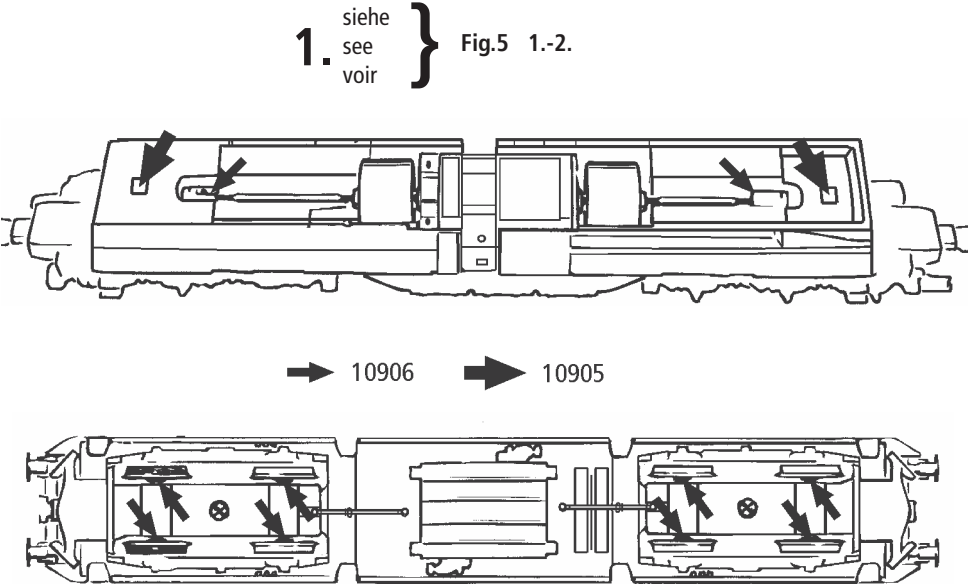

Fig. 8
3. Haftreifenwechsel: Zuerst den Getriebedeckel abnehmen (Fig. 4). Danach den **Radsatz** herausnehmen und die **Haftreifen** mit einer Nadel od. mit einem feinen Schraubendreher abziehen (Fig. 8). Beim Aufziehen der neuen Haftreifen darauf achten, dass diese sich nicht verdrehen.
3. Change of traction tyre: Remove the gear cover (fig. 4). Take out **wheel set** and remove **traction tyre** using a pin or a fine screwdriver (fig. 8). When pressing on the new traction tyre please **avoid twisting it**.
3. Échange des bandages d'adhérence: Démontez d'abord **le couvercle du carter des engrenages** des engrenages (fig. 4). Délogez ensuite les essieux bandagées et enlevez, à l'aide d'une aiguille ou d'un tournevis fin, les bandages d'adhérence (fig. 8). Lors du montage des nouveaux bandages veuillez veiller à ce que les bandages **ne soient pas tordu**.